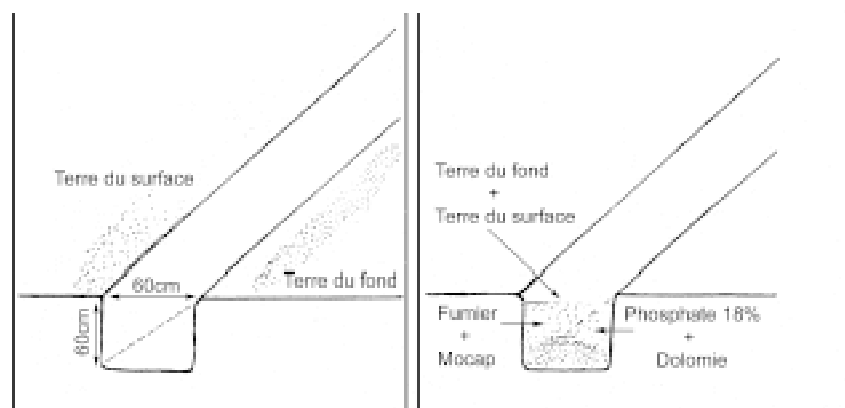

Figure 3: Confection des tranchées
- Confection des tranchées (Fig 3) de 60x60cm au long de la ligne de plantation où on fait la trouaison manuelle (Fig 4) aux emplacements choisis pour la plantation. On creusera un trou profond de 60x60x60cm, il est impératif de séparer la terre de surface (horizon humifère plus fertilisant du fond) de la terre du fond. Il est aussi très importante que la tranchée ou le trou de plantation soit le plus grand possible, même si le matériel de plantation est relativement petit. L'avantage de cette technique c'est de permettre aux racines de la plante futur d'exploiter le plus grand volume de sol possible, quand le sol n'a pu être travaillé.